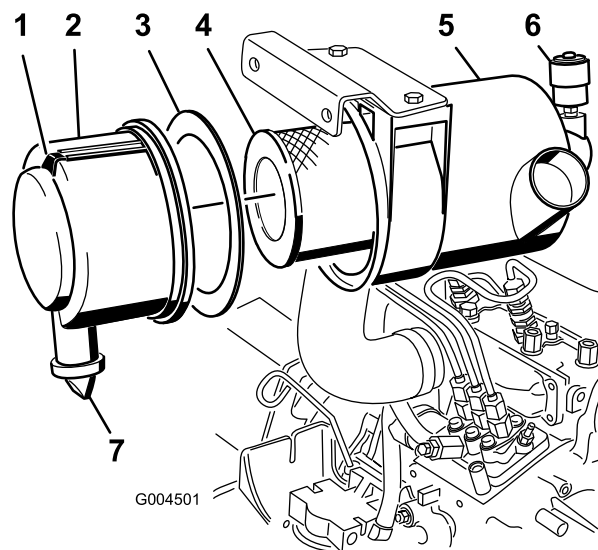

Figura 39
3. Revise el filtro del limpiador de aire cuando el indicador del limpiador de aire se ve rojo (Figura 39).